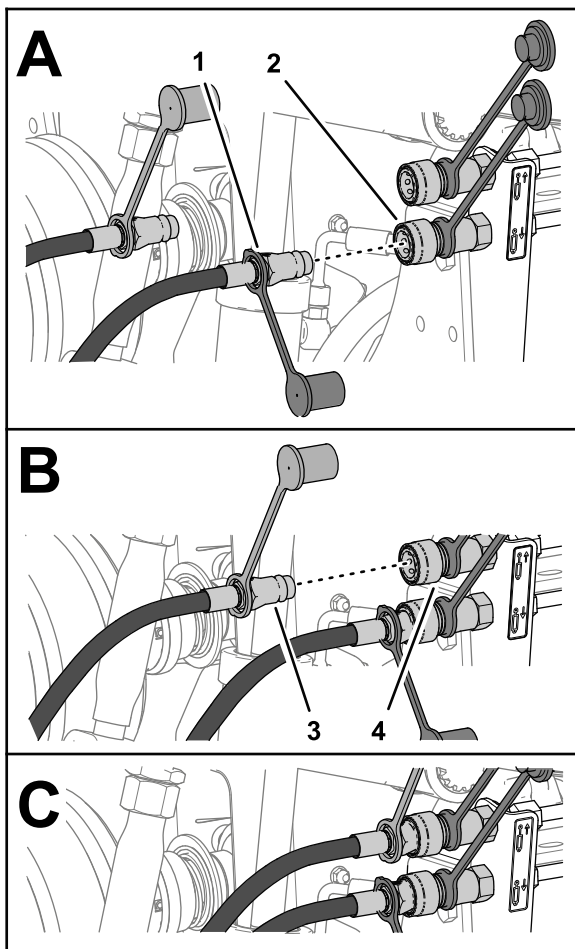

Bild 27
4. Verbinden Sie den Schnelltrennanschluss zum Ausfahren des Zylinders mit dem Schnelltrennanschluss zum Absenken des Heckenbaugeräts (**Bild 27**).